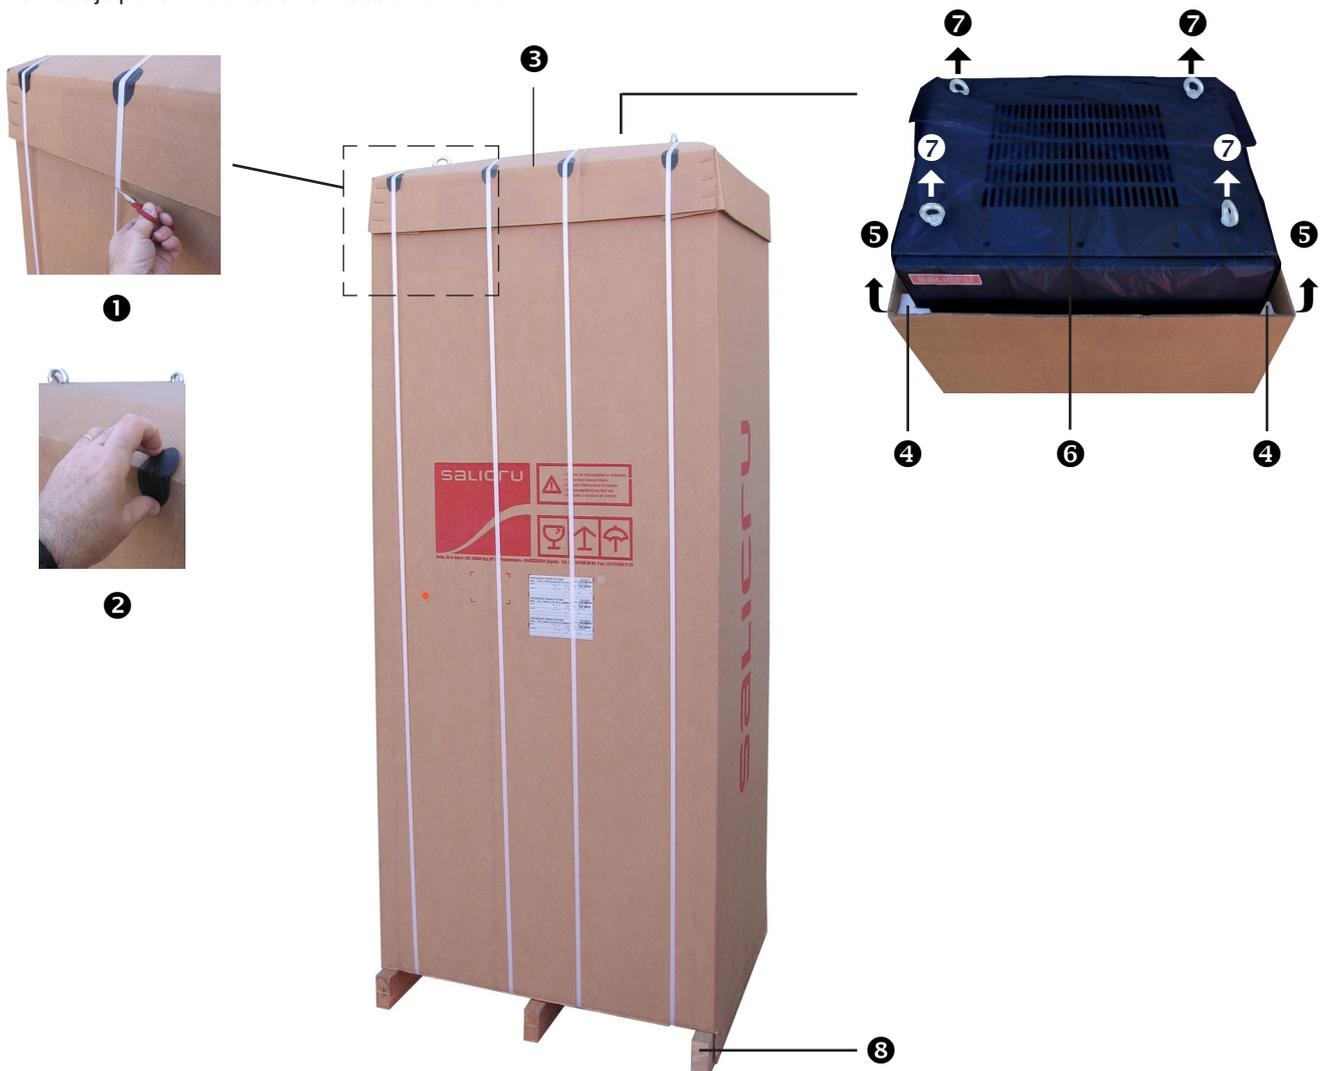

Fig. 13. Proceso para el desembalaje.
- Conectar la manguera de cables, por lo general suministrada, entre los bornes (X11) - (X12) del sistema y los (X47) - (X48) del armario o bancada de baterías, respetando el color de los cables (rojo para (+), negro para (-) y verde-amarillo para el tierra de enlace (⚡)) así como la polaridad indicada en el etiquetado del equipo (ver Fig. 13).